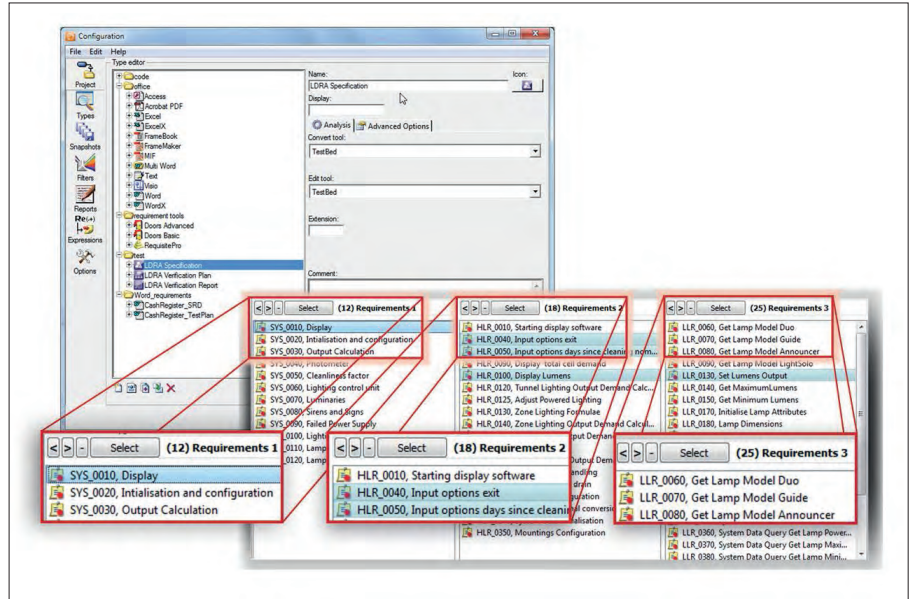

Рис. 3. Трассировка требований в LDRA Tool Suite
- средства **интеграции с системами управления требованиями и трассировки требований** (рис. 3). Задача